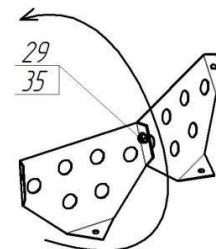

Рис. 16
3.10. Преодолевая усилие пружины (16), оттянуть фиксатор (8)вниз и повернуть ёмкость на удобный угол. Прикрепить лопасти (17) к ёмкости нижней (2) и ёмкости верхней (12), с помощью болтов (21), шайб (14) и гаек (29), при этом, шайбы установить с наружной стороны ёмкостей.
Возможна комплектация бетоносмесителя сборными лопастями (рис. 16). В этом случае необходимо две полулуопасти скрепить между собой болтом (35) и гайкой (29). После установить в бетоносмеситель по направлению вращения ёмкости (указано на рис. 16 стрелкой)с помощью болтов (21), шайб (14) и гаек (29).